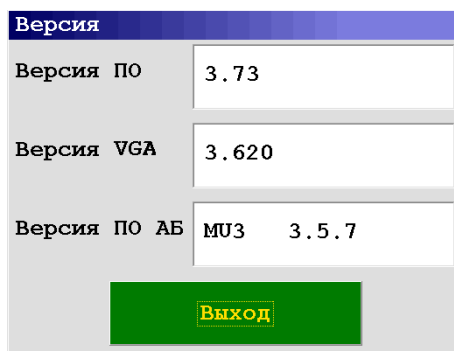

Рис. 5.17 - Отображение версии ПО
6. «Версия» - при выборе данного пункта меню показывается версия ПО, используемого в приборе (Рис. 5.17).